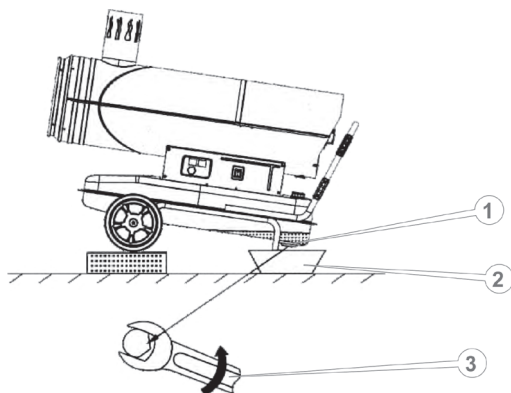

Рисунок 4. Схема обслуговування паливного бака.
2. Контролювати по цифровому дисплею (рис. 4) відповідність фактичного ступеню нагріву очікуваному. За необхідності обрати регулятором інший ступінь нагріву повітряного потоку.
6.4 Очищення паливного бака (рис. 4).